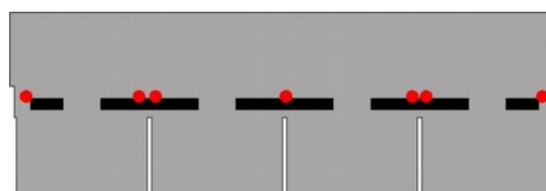

Figura 6
N.B.: Per pendenze oltre il 160% (60 gradi) applicare n° 7 chiodi per tegola bituminosa come da figura 6.